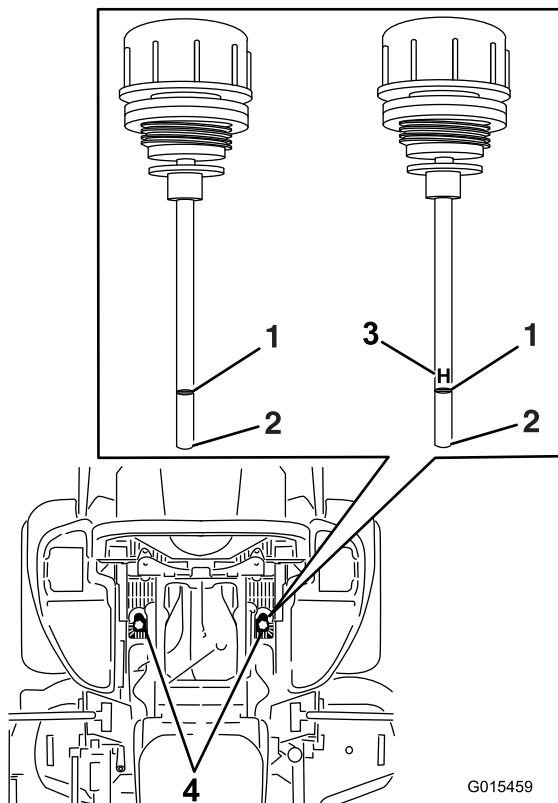

Bild 92
6. Reinigen Sie den Bereich um die Peilstäbe der Hydraulikanlagenbehälter (Bild 92).
7. Nehmen Sie einen Peilstab aus dem Hydraulikbehälter heraus (Bild 92).
9. Ziehen Sie den Peilstab heraus und schauen Sie das Ende an (Bild 92).